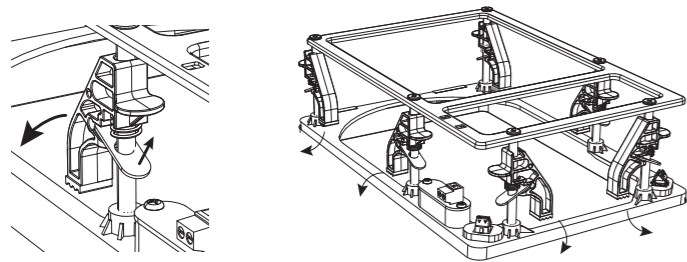
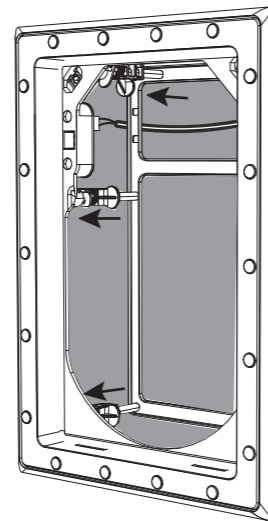

图 9. 从收起位置调整安装夹
图 11. 框架牢固地固定在墙上
2. 到达框架内部，然后将安装夹旋转到“夹紧”位置，在这里它们可以向孔的后部施加夹紧力（图 9 和 10）。将框架按入并拧紧每个夹具，以便将框架固定到位（图 11）。